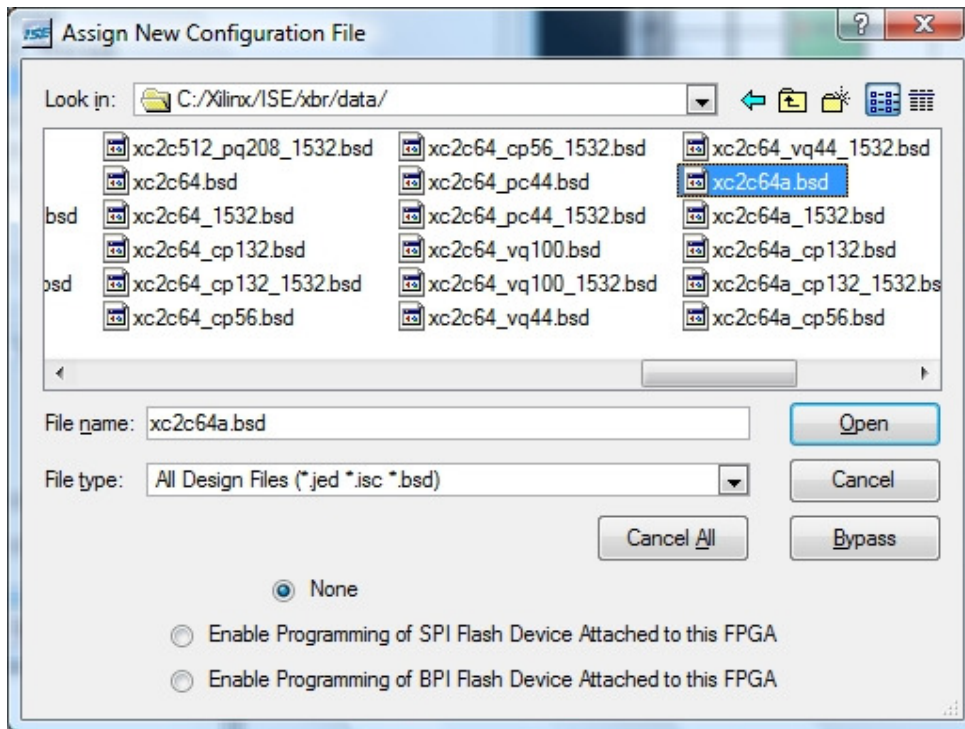

Figura 6.12
- Ultimului device i se va atribui fisierul „xc2c64a.bsd” (Figura 6.12)